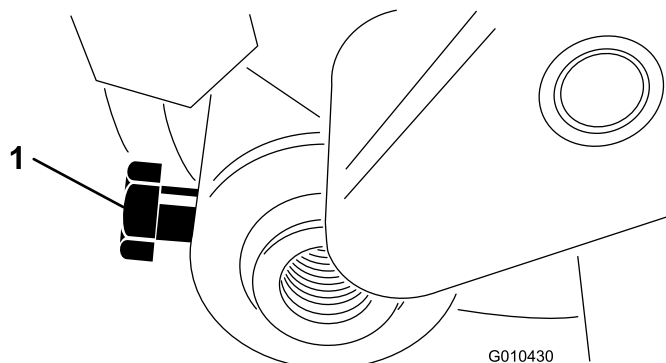

Figure 16
9. Insérez l'arbre du rouleau dans le bras de réglage gauche et fixez-le en serrant légèrement un boulon (M6 – 1 x 12 mm), comme montré à la Figure 16.
4. Centrez le rouleau entre les bras de réglage et serrez les boulons de fixation (voir Figure 16).